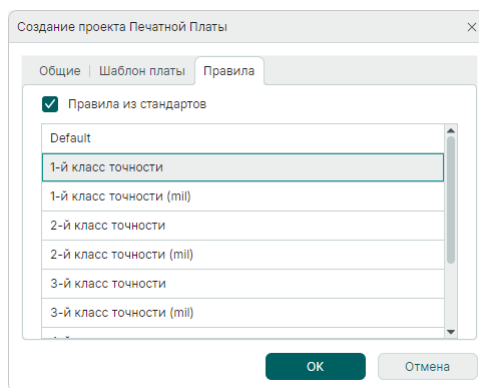

Рис. 24 Выбор технологических правил из стандартов
6. При необходимости технологические правила могут быть взяты не из шаблона платы, а из стандартов системы. Для этого на вкладке «Правила» необходимо поставить флаг «Правила из стандартов», Рис. 24.